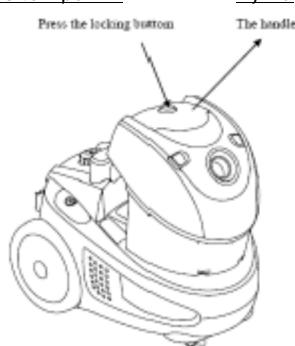

Рис.1
- Нажмите кнопку блокировки и снимите контейнер с водой с прибора, держась за ручку контейнера (рис.1).